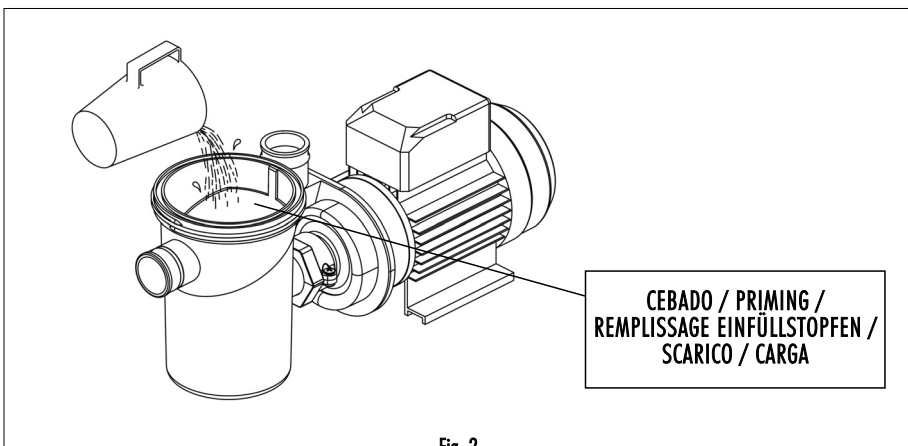

Fig. 2
- Para o correcto funcionamento da bomba é necessário efectuar o enchimento do pré-filtro da bomba até que a água chegue à conduta de aspiração (Fig.2).